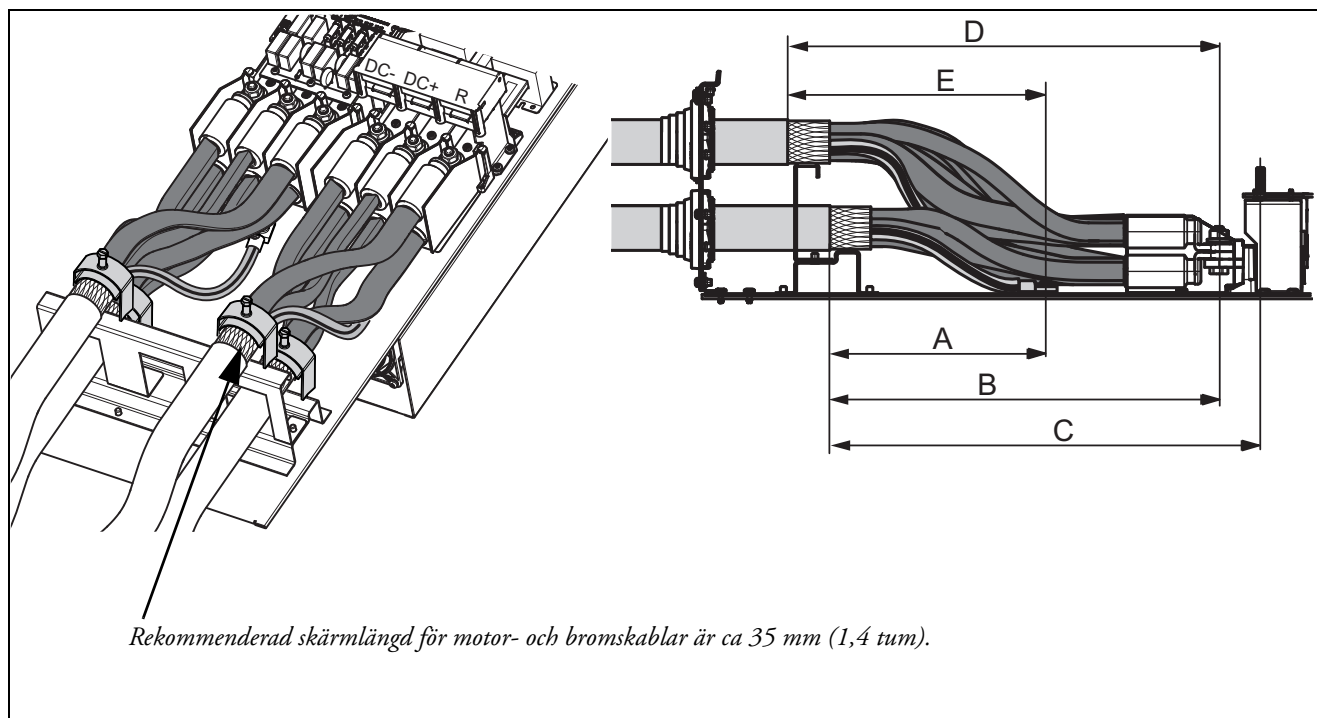

Fig. 61 Avstånd från kabelklämman till anslutningsskruvarna storlek FA.
4. Skala kablarna enligt tabell 15 och fig. 61.
3. Skala kablarna enligt tabell 17 och fig. 61.
Fig. 61 anger avståndet från kabelklämman till anslutningsbultarna för beslut om avskalningslängd för kablarna.